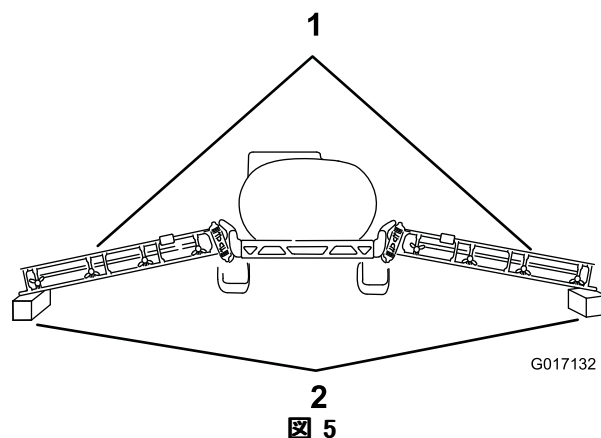

図 5
3. 各ブームを角材の上に、約 10 cm 浮かせた状態に注意深く降ろす（図 5）。